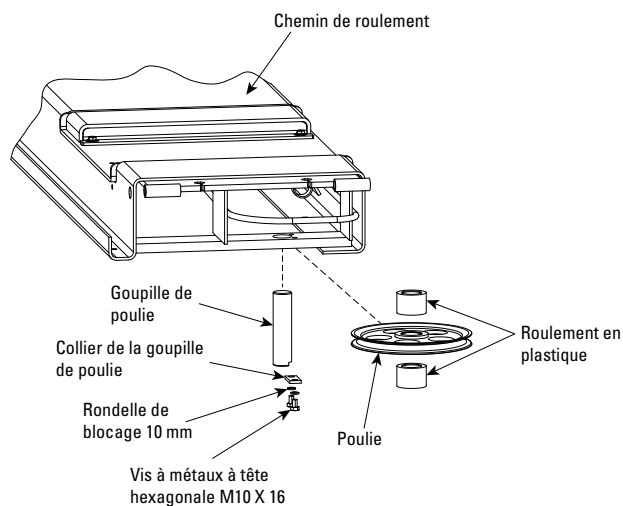

Fig. 5
- Positionner l'étrier arrière à l'extrémité des chemins de roulement. L'ouverture sur le côté de l'étrier doit être alignée avec les poulies à câble aux extrémités de chemin de roulement. Faire passer les extrémités de câble par les ouvertures d'étrier. S'assurer que les câbles ne sont pas croisés à l'intérieur de l'étrier. Faire passer le câble n° 1 par le chemin de roulement droit, Fig. 3 et 4. Assembler les poulies et les roulements aux deux extrémités du chemin de roulement droit, Fig. 5. S'assurer que les câbles sont dans les gorges de poulie appropriées, Fig. 3. Ne pas assembler les poulies aux extrémités d'étrier à ce moment-ci.